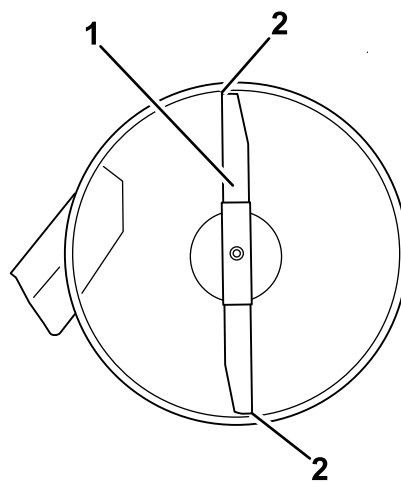

Figura 54
4. Gire cuidadosamente las cuchillas colocándolas en el sentido de avance de la máquina (Figura 54).
5. Mida entre la punta de la cuchilla delantera y la superficie plana y entre la punta de la cuchilla trasera y la superficie plana (Figura 54).
9. Después de realizar el ajuste, compruebe de nuevo la inclinación longitudinal, y siga ajustando la tuerca hasta que la punta de la cuchilla delantera esté entre 1,6 y 7,9 mm (1/16 a 5/16 pulgada) más baja que la punta de la cuchilla trasera (Figura 54).